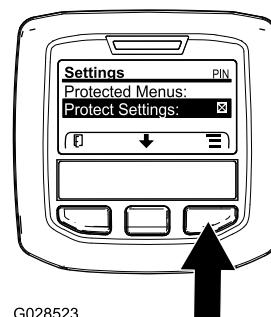

Figura 33
1. Desde el menú PRINCIPAL, utilice el botón central para desplazarse hacia abajo hasta el menú CONFIGURACIÓN y pulse el botón derecho (Figura 33).